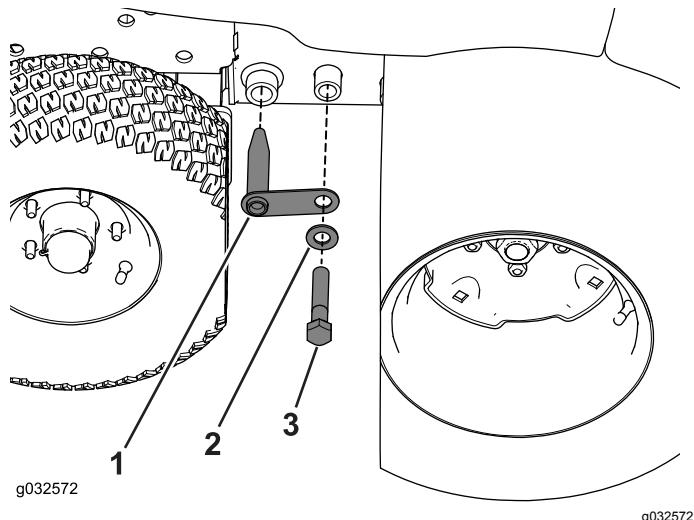

Figure 69
4. Fixez le cadre d'hiver au cadre de la machine à l'aide de la barre d'accouplement, du boulon ($\frac{3}{4}'' \times 4''$) et de la rondelle (Figure 69).